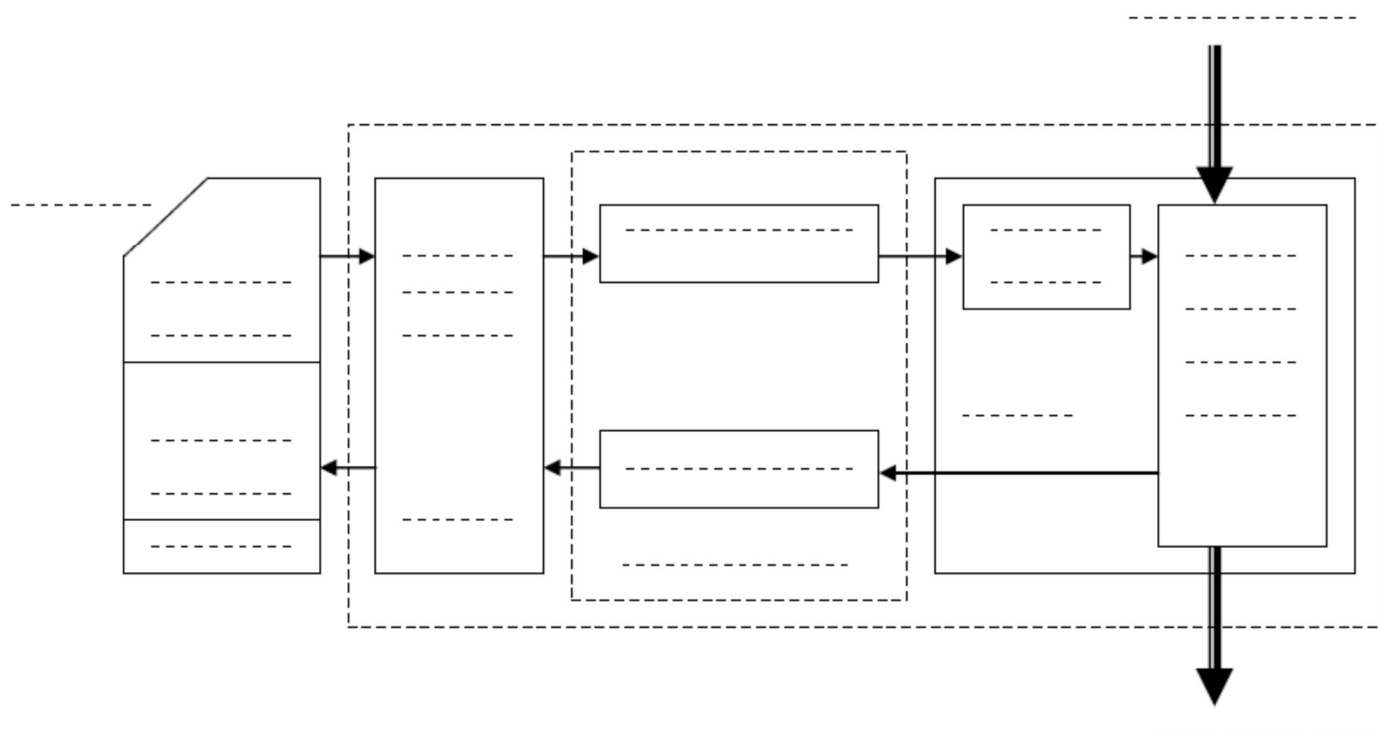

Figure 3
- Compléter la structure fonctionnelle détaillée de ce système de la figure 3.